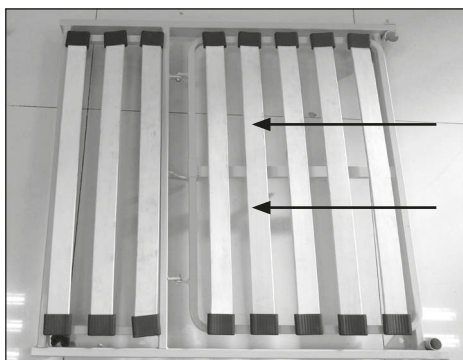

Fig. 48
1. Inserire i due tubolari rettangolari all'interno del telaio lato alzatesta e spingerli fino alla battuta (Fig.48).